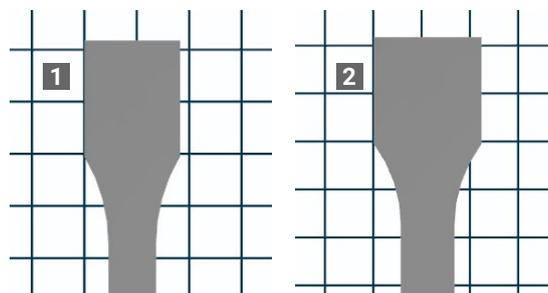

Abb. 2.8: Unterschiede zwischen Schrumpfverhältnis-Werte 0,9 (1) und 1,1 (2) auf der X-Achse.
- **Shrink Ratio** – Hierbei handelt es sich um das Schrumpfverhältnis des Materials. Die Modelle werden über die Breite des Druckbetts vergrößert, sodass sie nach der Schrumpfung die erwartete Größe aufweisen. Der Parameter wird als Dimensionsmultiplikator verwendet - ein höherer Wert führt zu größeren Modellmaßen und umgekehrt (s. Abb. 2.8). Er kann in der X-, Y- oder Z-Achse geändert werden. Der erlaubte Wertebereich liegt zwischen 0,9 und 1,1.